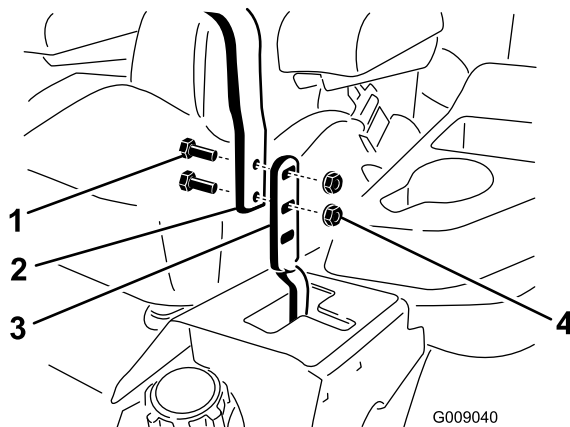

Figure 89
3. Desserrez les boulons et les écrous à embase situés dans les leviers (Figure 89).